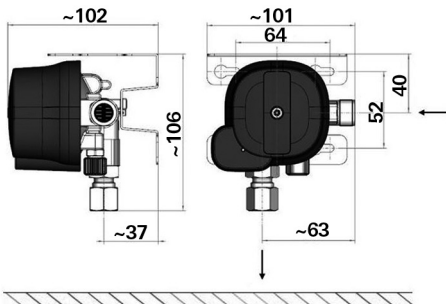

Bild 1: Maße in mm. Darstellung nicht maßstabsgerecht.
- Um einen ordnungsgemäßen Betrieb sicherzustellen, muss der Gasdruckregler an einer stabilen Wand/Decke des Gasflaschenkastens vertikal angebracht und mit mindestens 2 diagonal angeordneten Schrauben fest angeschraubt werden. Der Ausgangsanschluss muss immer nach unten zeigen (Bild 1). Die Einbaurichtung ist zu beachten.